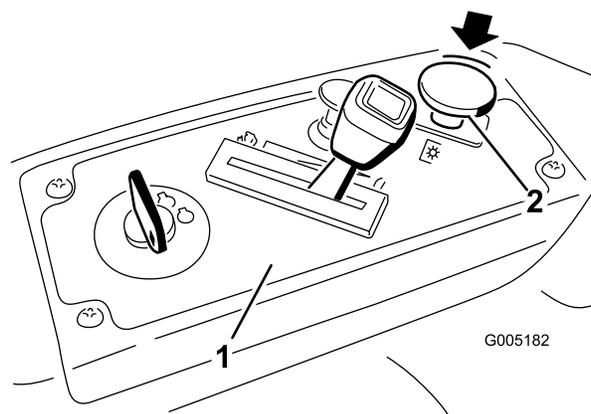

Figura 11
2. Disinserite le lame spostando il comando delle lame in posizione Off (Figura 11)
- Girate la chiave di accensione in posizione Off (Figura 11) e toglietela.